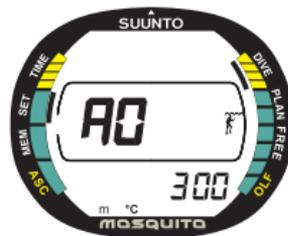

Fig. 4.14. Impostazione Altitudine.
2. Attendere due secondi fino all'attivazione automatica della funzione Adattamento. Sul display lampeggia il settore di altitudine impostato (Fig. 4.14).
4. Il simbolo del settore Altitudine prescelto lampeggia, premere “+” o “-” per modificarne il valore (Fig. 4.14).